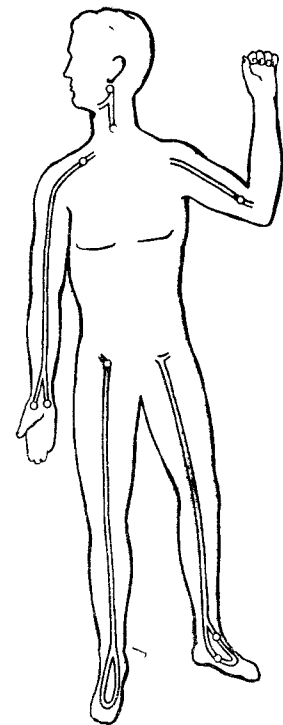

Рис. 7. Места определения пульса
- проверить пульс на лучевой артерии у запястья или на сонной артерии (рис. 7);